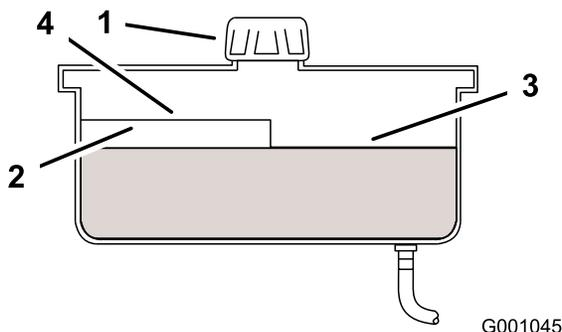

Figura 75
2. Pulite intorno al collo del bocchettone del serbatoio idraulico (Figura 75).
3. Togliete il tappo dal collo del bocchettone. Guardate all'interno per verificare se il serbatoio contiene del fluido (Figura 75).
- Nota:** Quando è caldo, il fluido deve raggiungere la parte superiore del livello a caldo sul diaframma (Figura 75).